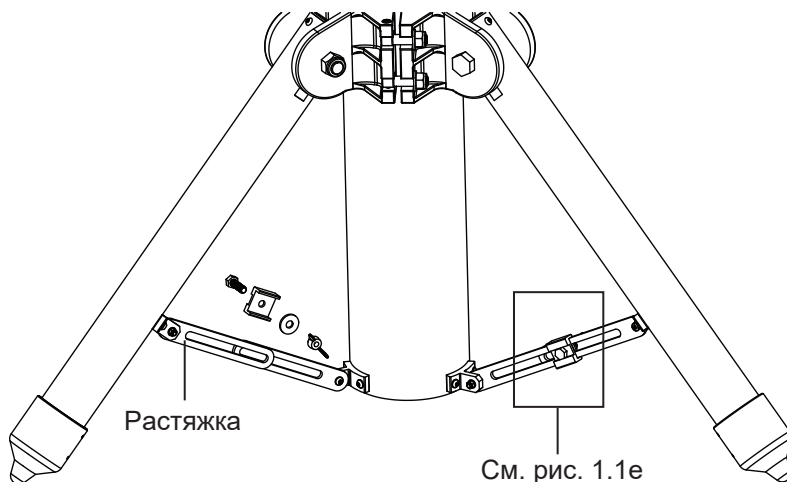

Рис. 1.1d
- Когда верх треноги будет выровнен на нужной высоте, затяните стопорные кольца на подставках (рис. 1.1d).